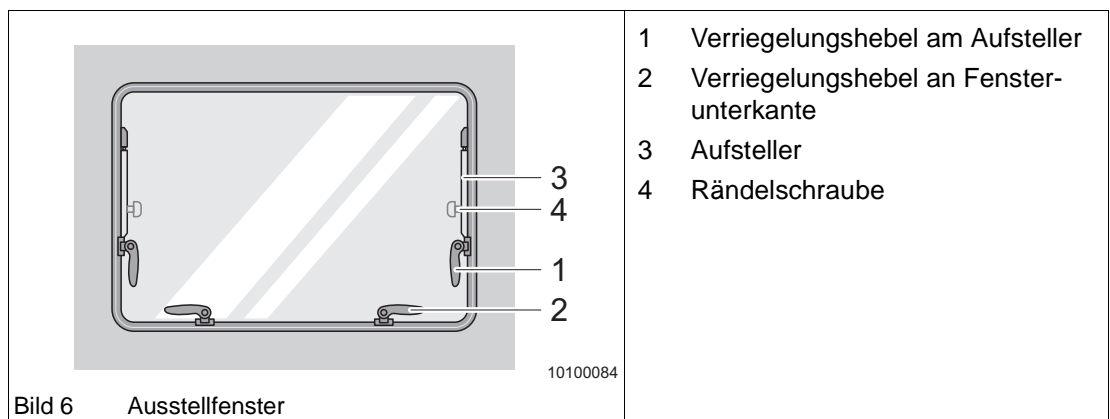

Bild 6 Ausstellfenster
- ➔ Zuerst die beiden Verriegelungshebel (Bild 6/1) an den Aufstellern (Bild 6/3) öffnen.
- ➔ Dann die Verriegelungshebel (Bild 6/2) an der Fensterunterkante öffnen.
- ➔ Fenster mit Rändelschraube: Bei gewünschtem Öffnungsgrad die Rändelschraube(n) (Bild 6/4) am Aufsteller im Uhrzeigersinn festdrehen.
- ➔ Fenster mit Rändelschraube: Fensterblatt mit einer Hand festhalten und Rändelschraube(n) (Bild 6/4) gegen den Uhrzeigersinn lösen, bis das Fensterblatt leicht beweglich ist.
- ▲ Zum Dauerlüften immer nur die Hebel (Bild 6/2) an der Fensterunterkante in Stellung „Dauerlüften“, „schließen“, da sonst die Scheibe durchgebogen wird. Folge kann Rissbildung an der Acrylscheibe sein.